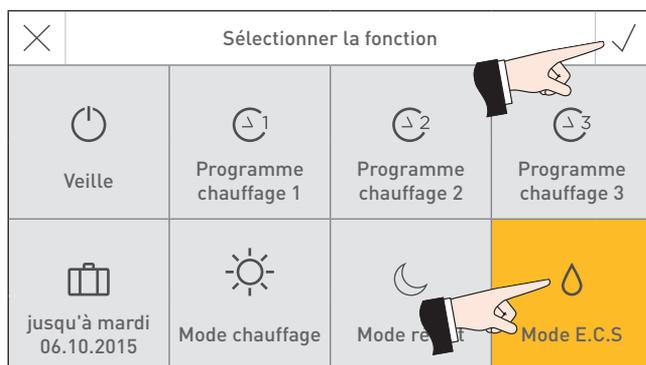

Fig. 32
- Sélectionner et confirmer le choix fonction « Mode E.C.S » ✓ – Fig. 32.